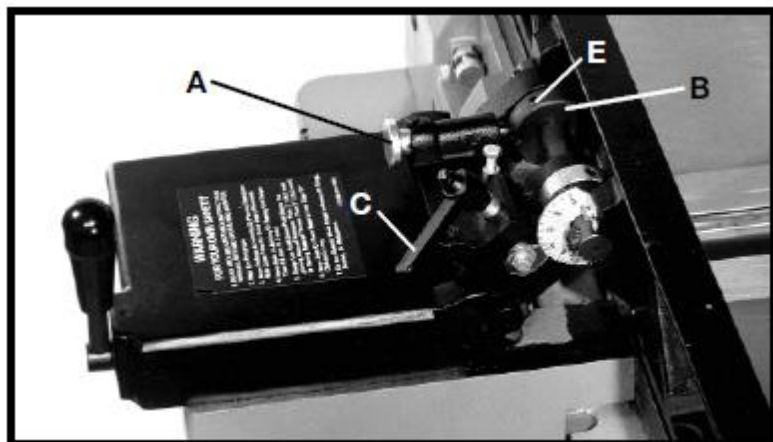

Рис. 30
1. Поставить параллельный упор под 90° , убедившись, что конец плунжера (А), рис. 30, вошёл в паз индексной втулки (В), как показано на рисунке, и затянуть фиксирующую рукоятку (С).
3. Если угол параллельного упора со столом не составляет 90° , ослабить установочный винт (Е) в индексной втулке (В), рис. 30, и ослабить рукоятку (С) фиксации параллельного упора. Перемещать параллельный упор до тех пор, пока угол со столом не составит 90° , и затянуть фиксирующую рукоятку (С), а также установочный винт (Е).